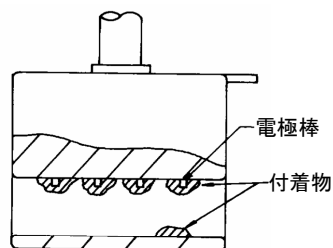

図19 電極付着物の点検
(1) 電極の点検と洗浄の時期
(2) 電極の点検方法
- 電極筒内部および電極棒に付着物があるかどうか点検してください。ただし、電極棒の付着物は目に見えない場合がありますので、洗浄してください。（図19）